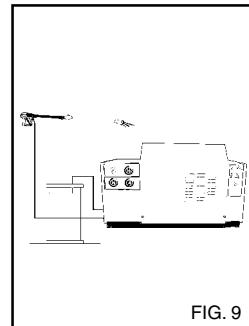

FIG. 9
- Kun olet käyttänyt pesuainetta, huuhtele sen syöttöpuoli; aseta pesuaineen imuletku (fig. 9) säiliöön jossa on puhdasta vettä ja anna pumpun käydä 1 minuutin ajan annosteluhana täysin auki ja käärkiossa pesuainesyöttöasennossa. Suorita toimenpide ensin, kun pesuaineen valitsin on asennossa "1" ja tämän jälkeen asennossa "2".
5) Kun olet käyttänyt pesuainetta, huutele sen syöttöpuoli; aseta pesuaineen imuletku (fig. 9) säiliöön jossa on puhdasta vettä ja anna pumpun käydä 1 minuutin ajan annosteluhana täysin auki ja kärkiosa pesuainesyöttöasennossa. Suorita toimenpide ensin, kun pesuaineen valitsin on asennossa "1" ja tämän jälkeen asennossa "2".